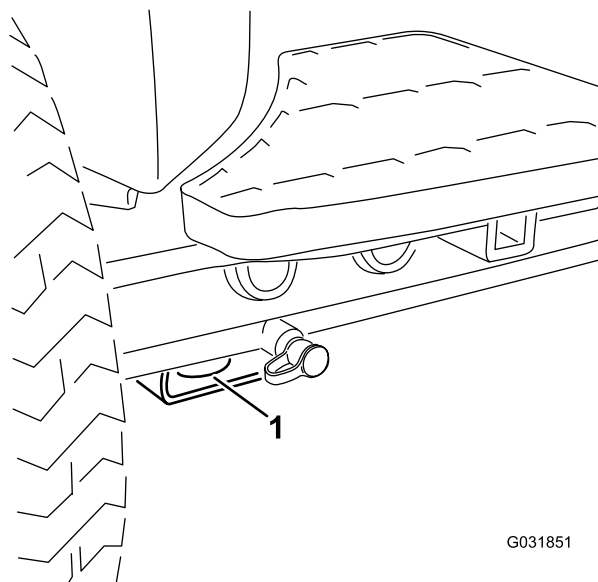

Figure 34
- Avant – trou du patin rectangulaire, sous le tube d'essieu, à l'intérieur de chaque roue avant (**Figure 34**)